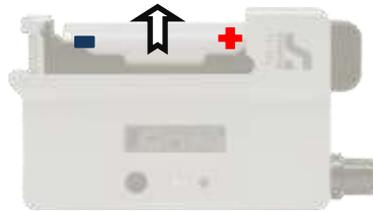
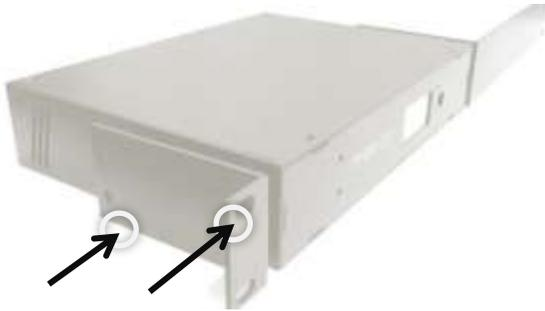

Рисунок 3.2 - Аккумуляторная батарея
Рисунок 3.4 - Установка одного Блока в стойку RACK 19"
- Извлеките аккумуляторную батарею (Рисунок 3.2).
Блок может устанавливаться как на столе, так и в стойке RACK 19" с помощью уголков из комплекта поставки. Уголки крепятся к блоку двумя винтами (Рисунок 3.2) . Возможно соединение двух блоков друг с другом для более компактной установки в стойку (Рисунок 3.3) . Для этого нужно снять верхние крышки и использовать крепёжные отверстия для уголков (Рисунок 3.4).